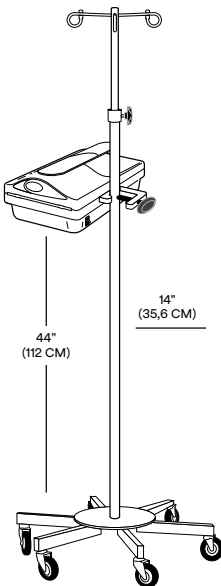

Figura 3
- 1. Collegare l'unità riscaldante per sangue/fluidi Ranger all'asta portaflebo. Serrare bene il morsetto per l'asta (vedere Figura 3).